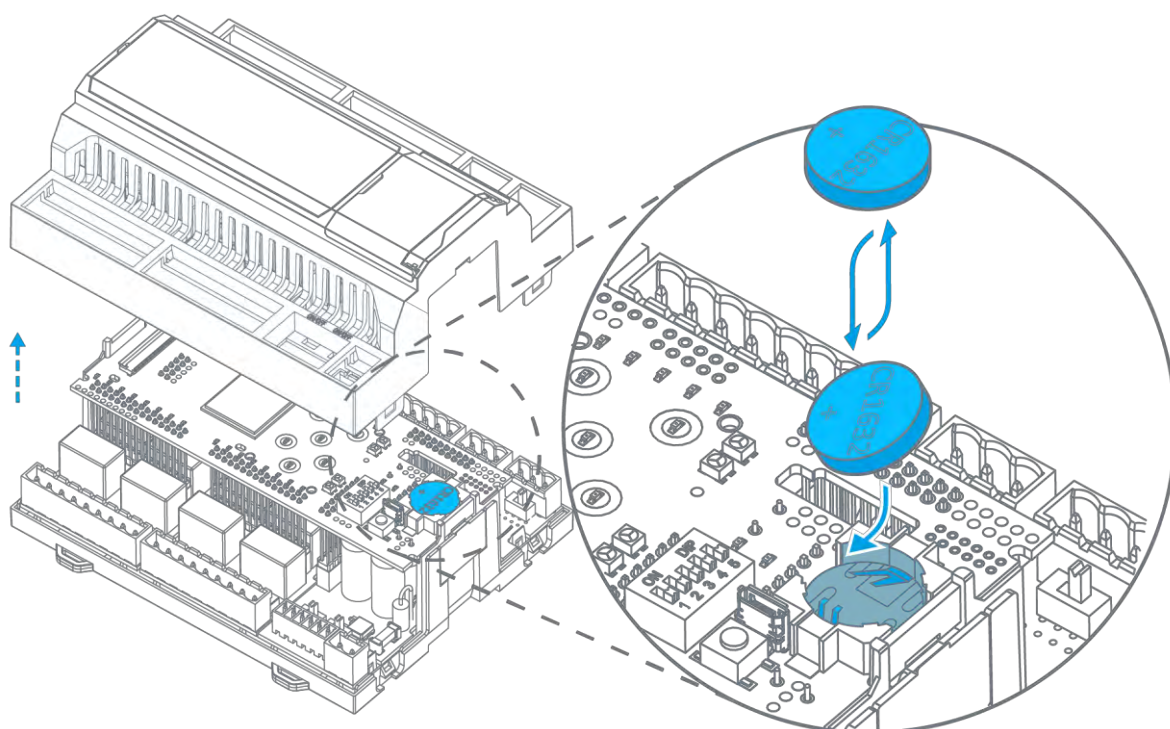

Рис. 67 – Замена батарейки
- извлеките разряженную батарейку из держателя и установите новую как показано на Рис. 67;